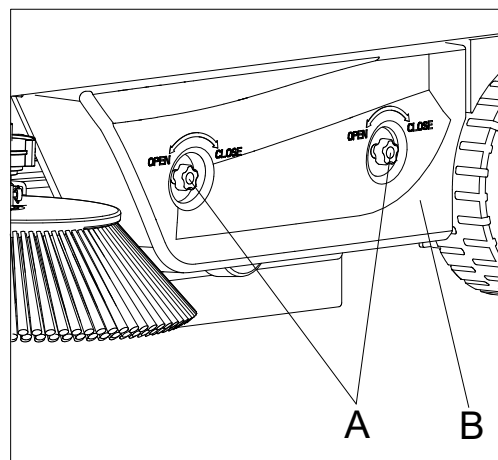

Figura 22
3. Svitare le manopole (A, Figura 22) e rimuovere il coperchio lato sinistro (B, Figura 22).
13. Installare il coperchio lato sinistro (B, Figura 22) serrando le manopole (A, Figura 22).
- Svitare le manopole (A, Figura 22) e rimuovere il coperchio lato sinistro (B, Figura 22).